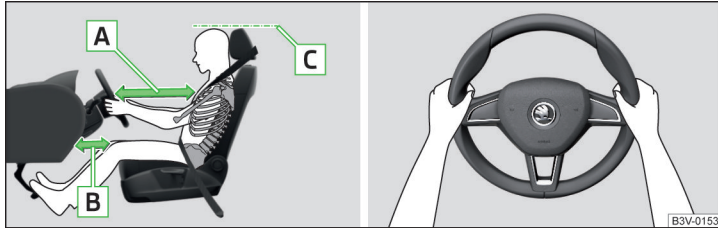

Fig. 2 Posición de asiento correcta del conductor / Posición correcta del volante
- ✓ Ajuste el asiento del conductor longitudinalmente de forma que la distancia de las piernas hasta el tablero de instrumentos en la zona del airbag de rodillas sea al menos de 10 cm » [fig. 2 - \[B\]](#).
- ✓ Ajustar el volante de tal modo, que la distancia entre el volante y el esteroón sea, como mínimo, 25 cm » [fig. 2 \[A\]](#).
- ✓ Ajuste el reposacabezas de tal modo que el borde superior del mismo se encuentre a ser posible a la misma altura que la parte superior de su cabeza (no es válido para los asientos con reposacabezas integrado) » [fig. 2 - \[C\]](#).
- Durante la conducción, sujete el volante con ambas manos por el borde exterior de los lados en las posiciones de las "9" y "3" horas » fig. 2. No sujete nunca el volante en la posición de las "12 horas" o de cualquier otro modo (p. ej., en el centro, en el borde interior del volante, etc.). De lo contrario puede generarse lesiones graves en los brazos, manos y la cabeza cuando se activa el airbag.
- ✓ Ajuste el reposacabezas de tal modo que el borde superior del mismo se encuentre a ser posible a la misma altura que la parte superior de su cabeza » fig. 2 de la pág. 12 - **C** (no es válido para los asientos con reposacabezas integrado).
- ✓ Ajustar el reposacabezas de tal modo, que el borde superior del mismo se encuentre de ser posible a la misma altura que la parte superior de la cabeza » fig. 2 de la pág. 12 - **C**.